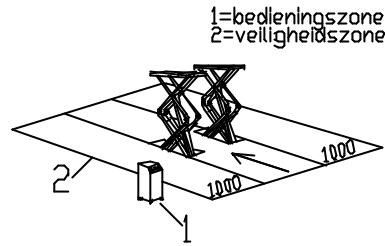

Fig.5
De veiligheidszone (Fig.5) wordt gedeeltelijk bepaald door de afmetingen van de te heffen caravan.
De fabrikant wijst alle claims af van verwondingen aan personen of schade aan voertuigen en andere objecten veroorzaakt door incorrect en / of ongeoorloofd gebruik van de hefbrug. Tijdens stijg- en daalbewegingen moet de bediener zich in de bedieningszone (1) bevinden, zoals aangegeven in Fig.5. De aanwezigheid van personen in de veiligheidszone (2) is ten strengste verboden. De aanwezigheid van personen onder het voertuig is alleen toegestaan als de caravan geparkeerd is in de geheven stand.